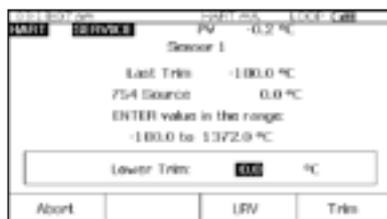

Figura 14.
5. Se o teste **As Found** falhar (ou seja, se houver erros realçados na tabela de resumo de erros), será necessário fazer ajustes. Pressione a tecla de função **Adjust** (Ajustar). Selecione **Sensor Trim** (Ajuste do Sensor) e pressione **ENTER**. Selecione **Perform user trim – both** (Realizar ajuste de usuário – ambos) e pressione **ENTER**. A tela do 754 deve ser semelhante à da Figura 14.